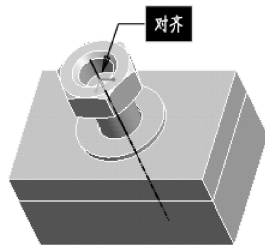

图 9-57 移动螺母位置
(4) 按〈Ctrl + Alt〉组合键，在图形区拖动鼠标右键，将螺母拖动到如图 9-57 所示的位置。